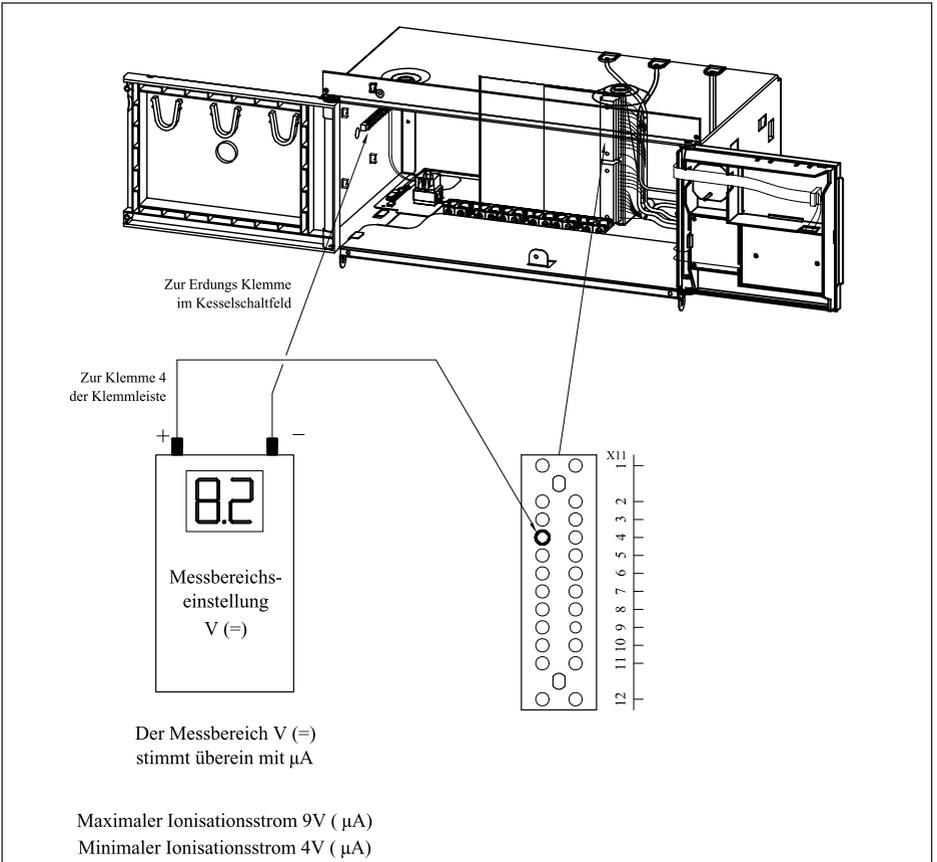

Bild 17 Ionisationsmessung
5. Kontrolle der Ionisation (mindestens 4 μA , *Hinweis in Bild 17*).